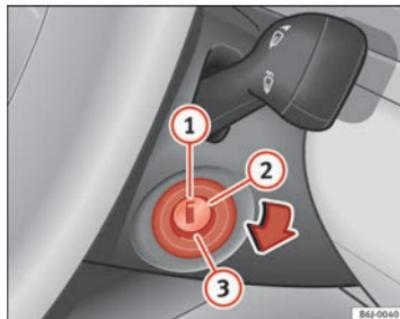

Fig. 110 Posições da chave da ignição
Nesta posição, ⇒ Fig. 110 a ignição e o motor estão desligados, podendo bloquear a direcção.
- Rode a chave da ignição para a posição ⇒ Fig. 110 ②. O aviso ⚠ acender-se-á em caso de pré-incandescência do motor.
- Quando o aviso se apagar, rode a chave da ignição até à posição ③ para arrancar o motor, sem acelerar.
- Rode a chave da ignição até à posição ⇒ Fig. 110 ①.